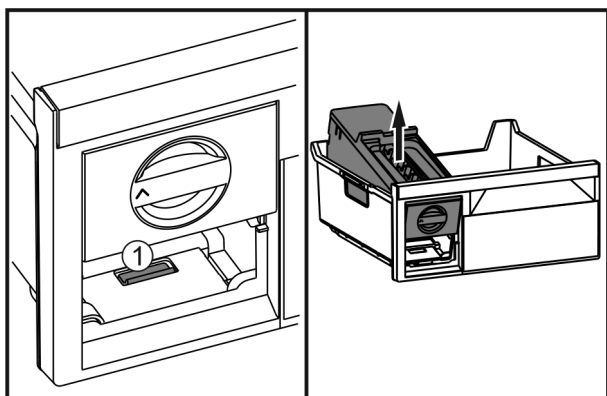

Fig. 67
- ▶ Premere la linguetta Fig. 67 (1), sollevare EasyTwist-Ice da dietro ed estrarlo dal cassetto del congelatore.